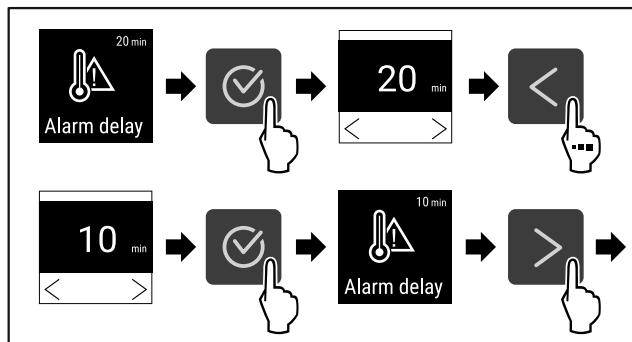

Fig. 100
- Провести етапи операцій (див. Fig. 100).